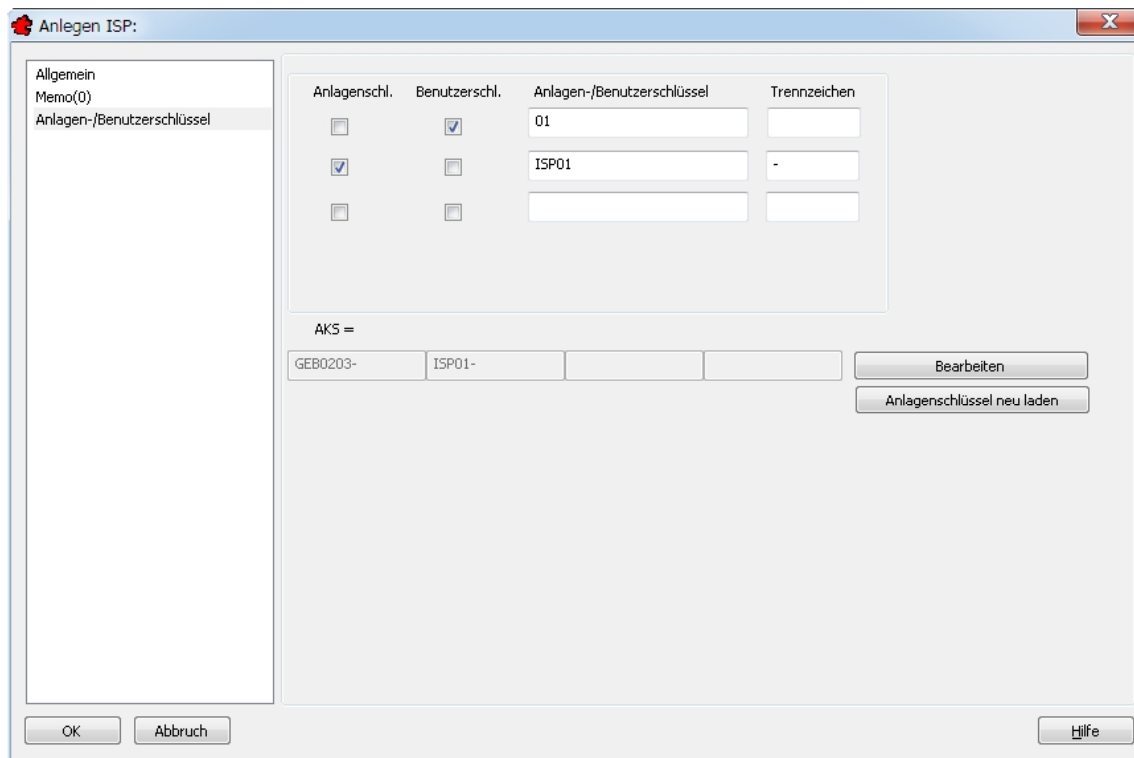

Bild 24.9 – ISP: Zuordnung von Texten zu Anlagen- und Benutzerschlüsseln
- Im Bereich *Anlagen-/Benutzerschlüssel* tragen Sie für den *Benutzerschlüssel* **01** ein und für den *Anlagenschlüssel* **ISP01**. *Trennzeichen* ist das Minuszeichen (Abb. 24.9).